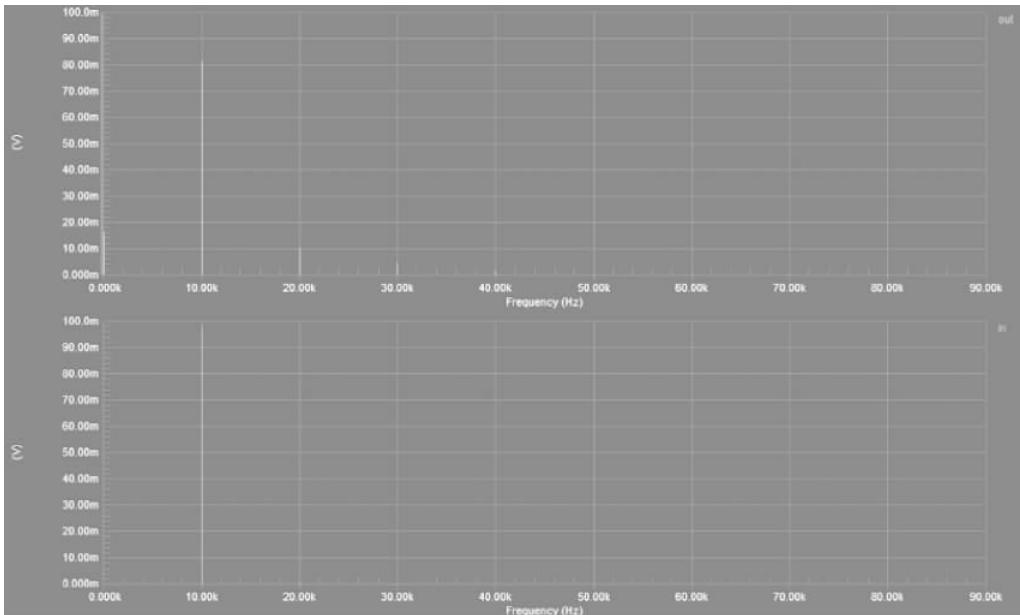

图 3-59 傅里叶分析结果
- (2) 看到如图 3-59 所示的傅里叶分析的结果,很明显发生失真。